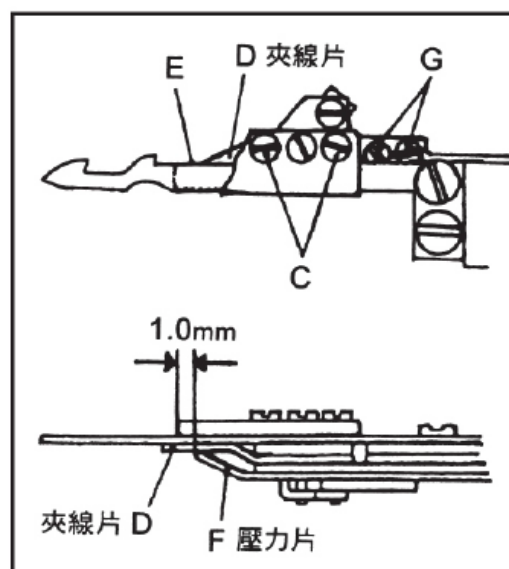

Рис. 40
2. Совместите край пружины зажима (D) с внутренним краем подвижного ножа правого крючка (Е). Ослабьте винт (С), чтобы отрегулировать положение пружины зажима и неподвижного ножа. Расстояние между верхом прижимной пружины и верхом неподвижного ножа составляет около 1 мм. Чтобы отрегулировать положение и давление зажимной пружины, ослабьте винт (G) (см. Рис. 40)